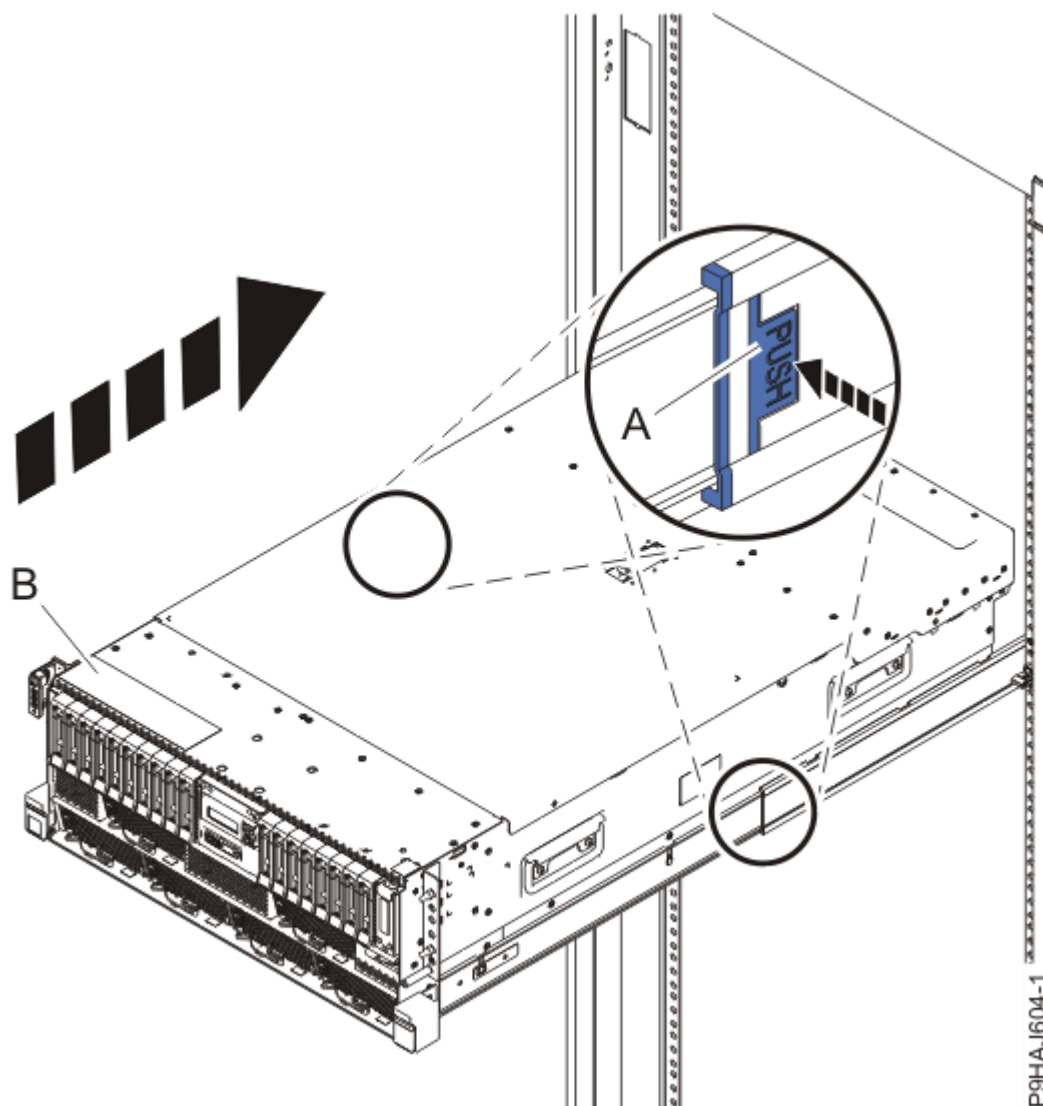

Figura 61. Colocación del sistema en la posición operativa
2. Para un sistema montado en bastidor, desbloquee los pestillos de seguridad de color azul de los rieles **(A)**, tal como se muestra en la Figura 61 en la página 66 presionándolos hacia dentro.